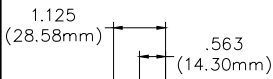

Figure 2
Voir la figure 2
5. Utiliser une perceuse 3/8 po et une lime pour modifier le trou le plus à l'avant de chaque longeron, comme illustré à la figure 2, pour faire passer les espaceurs et les boulons de carrosserie.